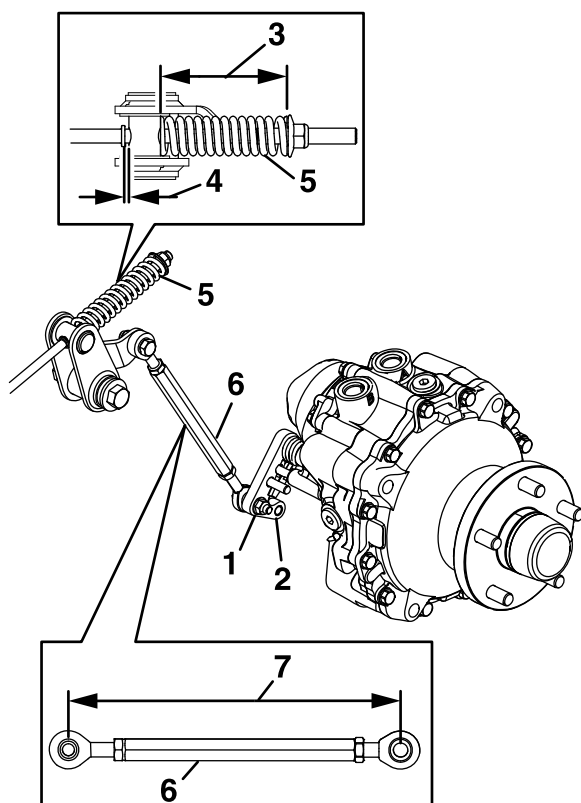

Figura 59
7. Meça o comprimento da conjunto da ligação (Figura 59).
8. Meça o comprimento da mola (Figura 59).